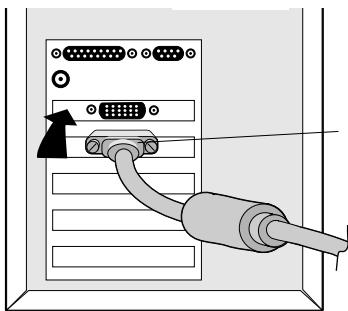

Abbildung A.1
2. Beim PC : Schließen Sire den 15-poligen Mini-D-SUB-Stecker des geeigneten Videosignalkabels an die Buchse der Grafikkarte Ihres Rechners (**Abbildung A.1**) an. Ziehen Sie alle Schrauben fest.